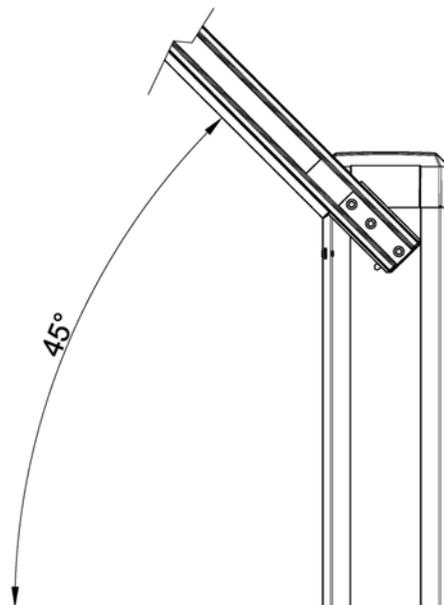

Abbildung 22
4. Betätigen Sie die mechanische Notentriegelung der Schranke und stellen Sie den Schrankenbaum manuell in die Position 45° - siehe Abbildung 22. Der Schrankenbaum muss in dieser Position selbstständig auspendeln. Korrigieren Sie ggf. die Baumposition durch spannen / entspannen der Federn.